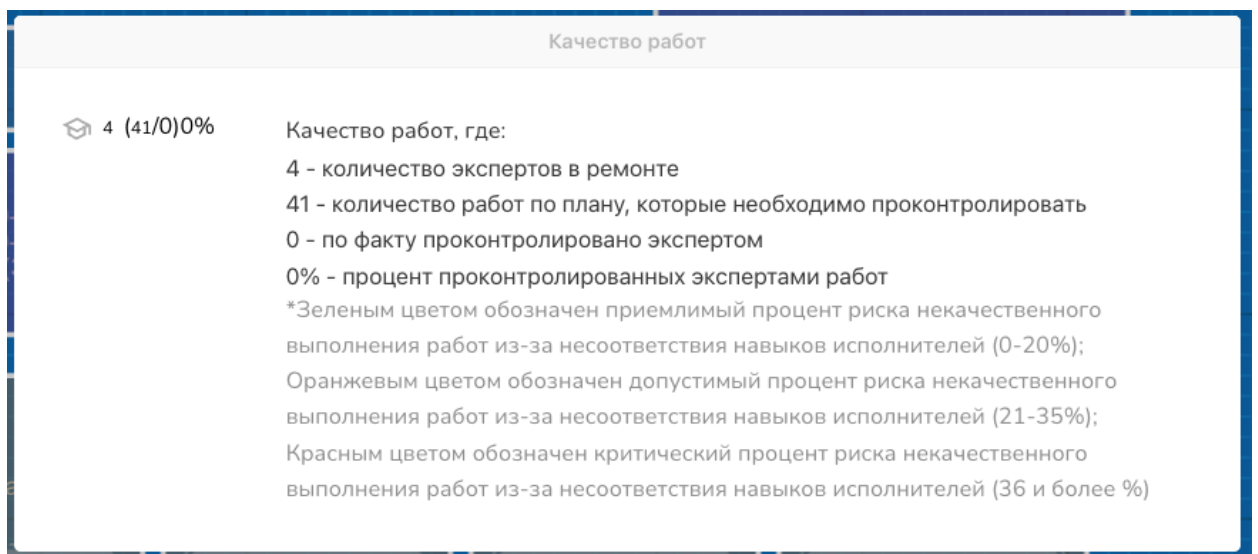

Рисунок 105 - Всплывающее окно «Качество работ»
– Качество работ (Рисунок 105) – данное окно отображает общую информацию по количеству операций, которые необходимо выполнять под надзором Эксперта,